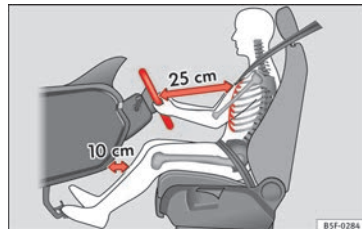

Fig. 92 La distanza corretta tra il conducente e il volante
- Regolare la posizione del volante in modo tale che la distanza tra il volante stesso e il torace sia di almeno 25 cm » **fig. 92**.
- Posizionare il sedile di guida in modo tale che tra lo sterno del conducente e il centro del volante ci sia una distanza di almeno 25 cm » **fig. 92**. Se si sta seduti a meno di 25 centimetri di distanza non si può essere protetti con adeguata efficacia dal sistema degli airbag.